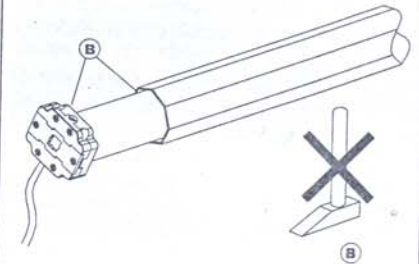

Fig.4
- Non irrorare il motore con acqua (Fig.4).